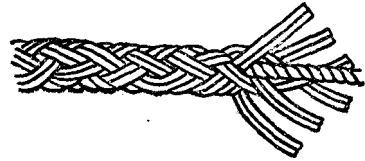

图1-3 棉麻绳
(3) 棉麻绳：是棉和麻混合纤维丝搓成小股，再由几小股编织成绳，绳的中间有芯子，芯子外面包着由八股、十二股或廿四股不等的绳股编织而成，如图1-3所示。